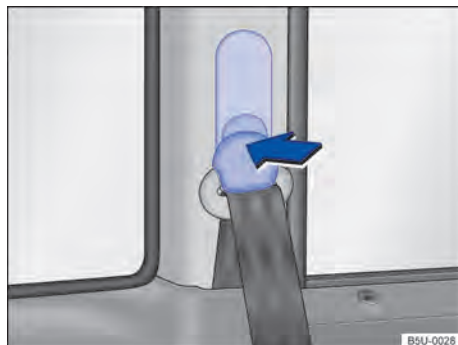

Fig. 31 Ao lado dos bancos dianteiros: regulagem de altura do cinto de segurança.
- Pressionar o dispositivo regulador no sentido da seta e mantê-lo pressionado → Fig. 31.